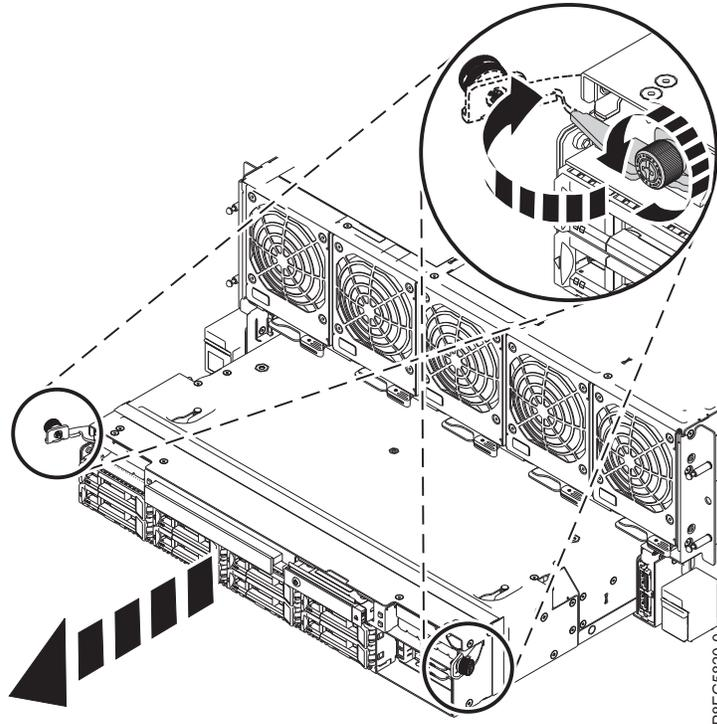

Figura 9. Extracción del conjunto de RAID del sistema
2. Gire los tornillos de mano del conjunto de RAID para aflojarlos, tal como se muestra en la Figura 9 en la página 10.